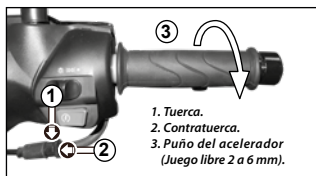

Imagen 19. Ajuste del puño del acelerador.
1. Ubicar la tuerca y la contratuerca del acelerador (ver imagen 19).
4. Revisar que el juego libre del acelerador esté dentro de la especificación, además que la rotación sea suave desde la posición de cerrado hasta la posición de abierto (ver imagen 19).